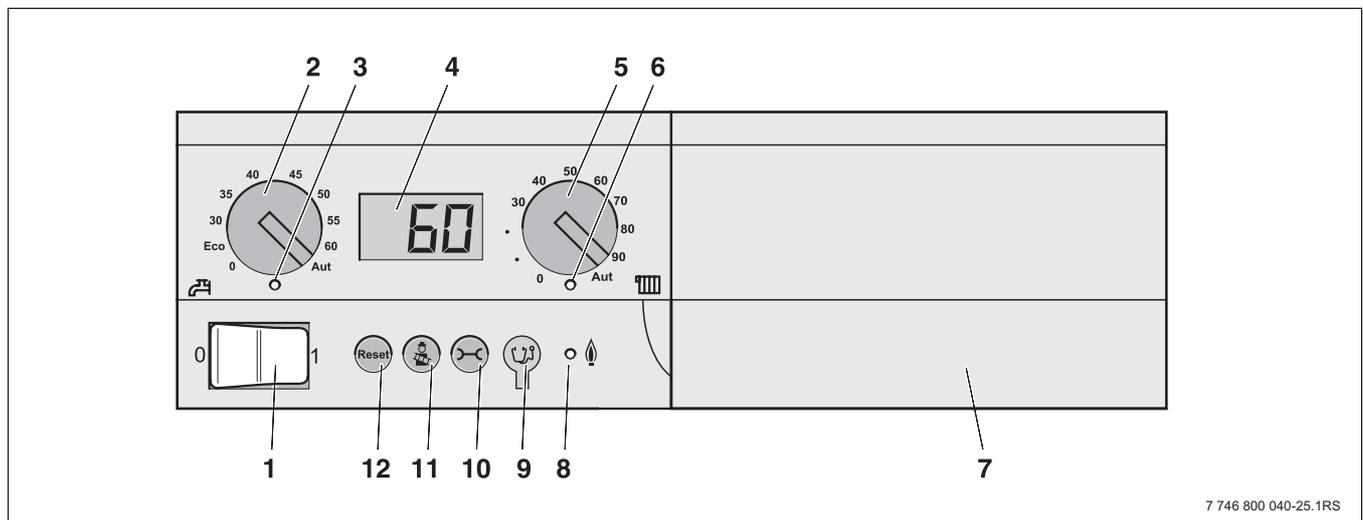

Bild 38 Bedienfeld – Bedienelemente
Mit dem Betriebsschalter (→ Bild 38,(1)) den Heizkessel ein- und ausschalten.
Neustart des Heizkessels im Falle einer Störung mit Hilfe der Taste „Reset“ (→ Bild 38, (12)).
Mit der Taste „Schornsteinfeger“ (→ Bild 38, (11)) kann der Heizkessel in den manuellen Betrieb (Handbetrieb) genommen werden, wenn z. B. die Regelung der Heizungsanlage (z. B. Bedieneinheit) defekt ist (→ Tab. 15, Seite 45).
Mit der Taste „Statusanzeige“ (→ Bild 38, (10)) die aktuelle Kesselwassertemperatur, den aktuellen Betriebsdruck usw. im Display anzeigen lassen (→ Tab. 13, Seite 44).
Hier kann der Heizungsfachmann einen Diagnosestecker (Service Tool) anschließen (→ Bild 38, (9)).
Die LED „Brenner“ (An/Aus) (→ Bild 38, (8)) leuchtet, wenn der Brenner des Heizkessels in Betrieb ist.
Die LED „Wärmeanforderung“ (→ Bild 38, (6)) leuchtet, wenn durch die Regelung ein Wärmebedarf angefordert wurde (z. B. wenn die zu beheizenden Räume zu kühl werden).
Mit dem Drehknopf für die maximale Kesselwassertemperatur (→ Bild 38, (5)) die obere Grenztemperatur des Kesselwassers einstellen (→ Kapitel 7.5.2, Seite 60). Die Einheit ist °C.
Am Display (→ Bild 38, (4)) Status und Werte der Heizungsanlage ablesen. Im Falle einer Störung zeigt das Display direkt den Fehler in Form eines Störungs-Codes an. Bei verriegelnden Fehlern blinkt die Statusanzeige.
Mit dem Drehknopf für Warmwasser-Sollwert (→ Bild 38, (2), Seite 42) wird die gewünschte Temperatur des Warmwassers vorgegeben (→ Kapitel 7.5.5, Seite 61). Die Einheit ist °C.
Die LED „Warmwasserbereitung“ (→ Bild 38, (3)) leuchtet, wenn ein Wärmebedarf im Warmwasser entstanden ist (z. B. wenn warmes/heies Wasser benötigt wird).